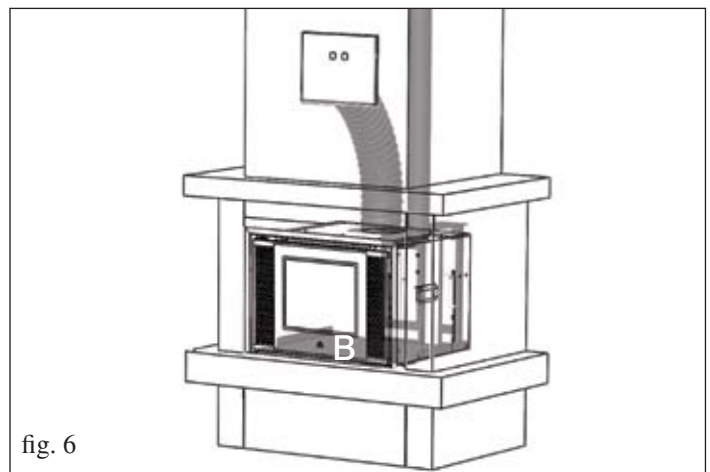

fig. 6
• Posicionar INPELLET 49 deslizando en la placa (**B**) hasta final de carrera (fig. 6).